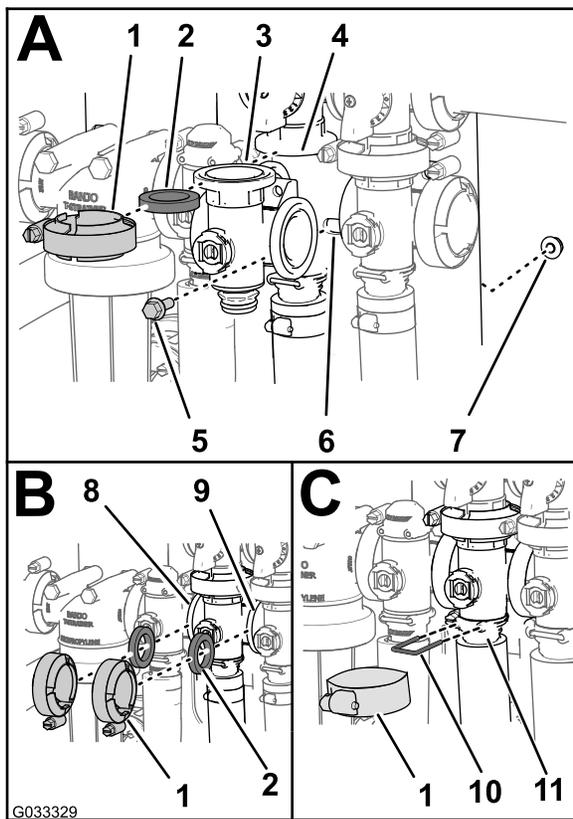

图76
- 将搅拌阀歧管凸缘、1个垫片与搅拌旁通阀凸缘对齐图76中的A。
2. 以手动夹紧夹具的方式组装搅拌旁通阀、垫片和搅拌阀歧管图76中的A。
3. 在喷洒率控制阀凸缘与搅拌阀歧管之间放一个垫片图76中的B。
4. 以手动夹紧夹具的方式组装垫片和搅拌阀歧管图76中的B。
5. 在搅拌阀歧管凸缘与主喷洒臂阀之间放一个垫片图76中的B。
6. 以手动夹紧夹具的方式组装搅拌阀歧管、垫片和主喷洒臂阀图76中的B。
7. 以手动夹紧夹具的方式组装搅拌阀歧管和插槽图76中的C。
8. 将卡环插入出口接头的插槽从而将端盖接头固定至出口接头图76中的C。